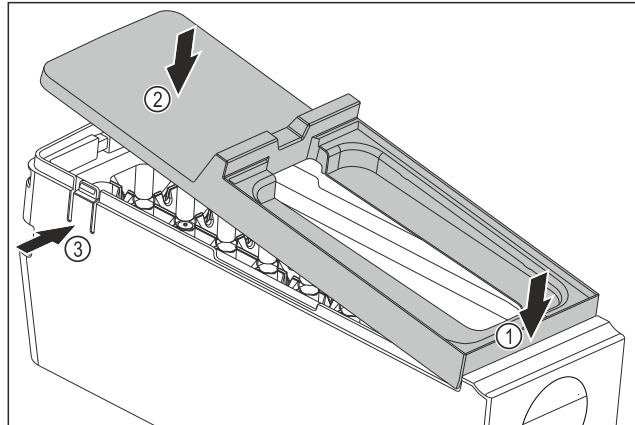

Fig. 134
- ▶ Monter dekselet til hoveddelen til EasyTwist-Ice: Fest dekselet foran. Fig. 134 (1)
- ▶ Senk dekselet bak. Fig. 134 (2)
- ▷ Dekselet går hørbart i inngrep i begge tappene Fig. 134 (3).